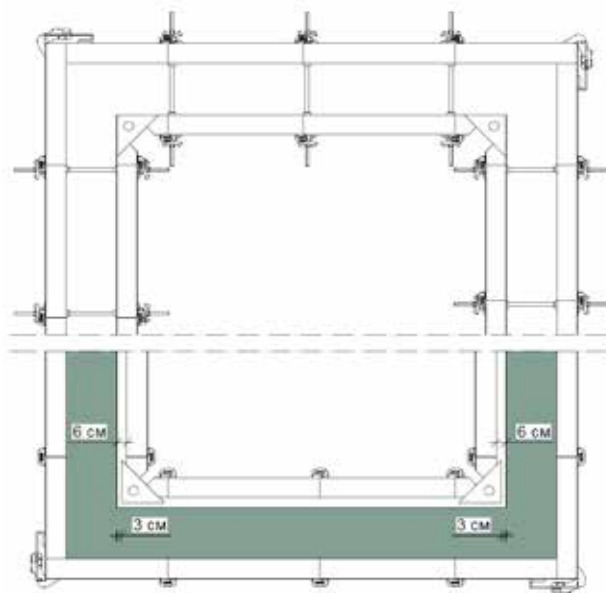

Рис. 61
- Тяжи устанавливаются согласно схеме сборки (Рис. 61)
2. Демонтаж стяжных болтов, затем выкручиваются шпинделя (против часовой стрелки) на распалубочных углах (Рис. 61а, 61б)
Рис. 61а
Рис. 61б